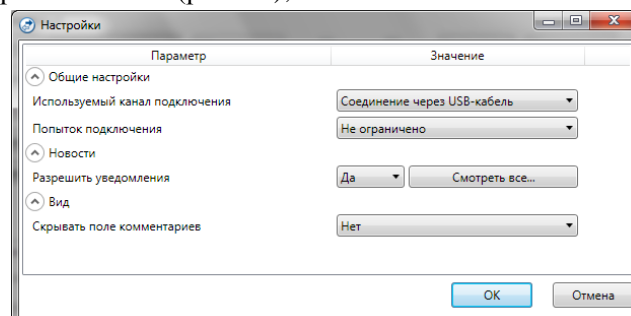

Рис. 58 Окно Настройки соединения
- ✓ Через меню *Настройки - Общие настройки* выберите канал *Соединение через USB-кабель* (рис. 58);